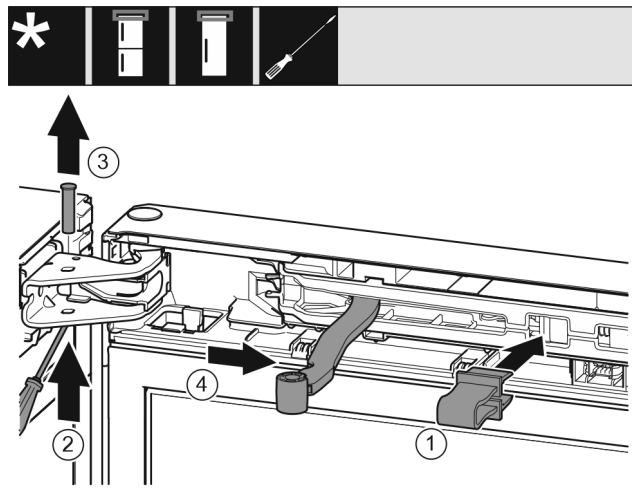

Fig. 8
- Innestare la protezione nell'apertura. Fig. 8 (1)
- Spingere verso l'esterno il perno con un cacciavite. Fig. 8 (2)
- Estrarre il perno verso l'alto. Fig. 8 (3)
- Ruotare il giunto articolato in direzione della porta. Fig. 8 (4)